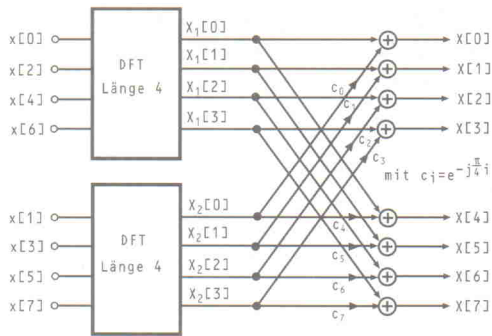

Bild 5. Rückführung einer DFT auf zwei DFTs mit halber Länge.
Vergleicht man nun jede dieser zwei Summen wieder mit der ursprünglichen DFT (3), so erkennt man, daß diese von der Struktur her identisch sind. Der einzige Unterschied besteht darin, daß die Länge der DFTs nur noch halb so lang ist. Durch die Aufteilung in gerade und ungerade Terme wurde die DFT der Länge N also in zwei DFTs mit halber Länge zerlegt. Was hat man dadurch gewonnen? Man erkennt die Vorteile, wenn man die Anzahl der notwendigen Multiplikationen betrachtet. Oben haben wir bereits gesehen, daß man für eine DFT der Länge $N = 1024$ insgesamt 2 097 152 Multiplikationen benötigt. Der Aufwand für eine DFT der Länge $N/2 = 512$ beträgt aber nur $2 \cdot (N/2)^2 = 524 288$ Multiplikationen, also bei zwei DFTs halber Länge insgesamt $2 \cdot 524 288 = 1 048 576$ Multiplikationen, was nur noch die Hälfte der ursprünglich benötigten Anzahl entspricht. Nicht verschwiegen werden soll an dieser Stelle, daß für die zweite Summe noch die Multiplikation mit dem ausgeklammerten Drehfaktor notwendig ist. Da es sich hierbei um eine komplexe Multiplikation handelt, sind hierfür vier reelle Multiplikationen notwendig, die insgesamt N mal (für alle möglichen i) berechnet werden müssen, was insgesamt $1024 \cdot 4 = 4096$ zusätzliche Multiplikationen ergibt. Diese kann man also gegenüber den anderen Multiplikationen beinahe vernachlässigen. Bild 5